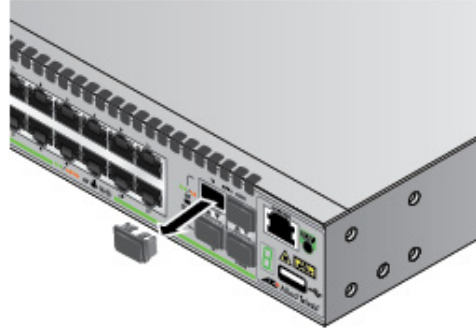

Рисунок 21. Удаление пылезащитной заглушки из порта SFP/SFP+
1. Выньте пылезащитную заглушку из порта трансивера на коммутаторе. См. рис. 21.